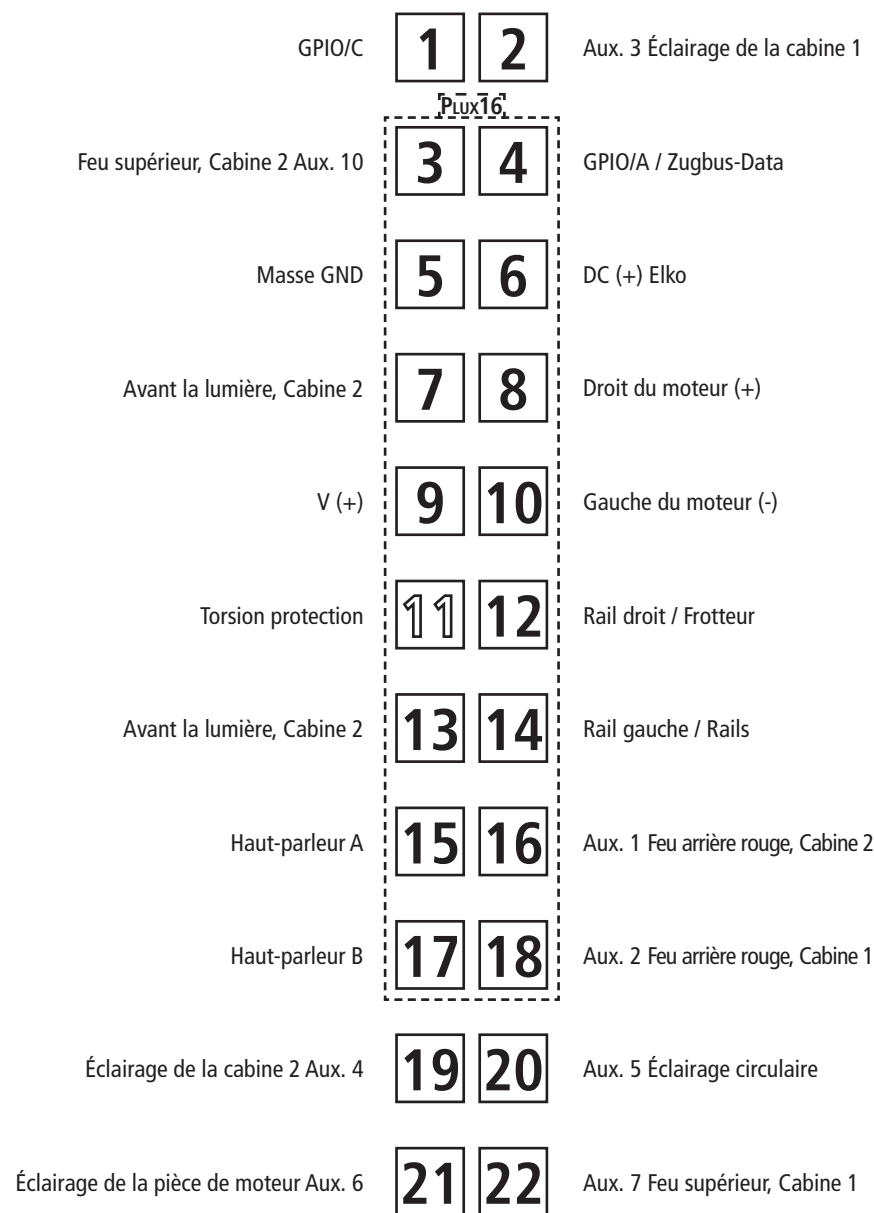

Fig. 6
**3. Haftreifenwechsel:** Zuerst den Getriebedeckel abnehmen (Fig. 6). Danach den **Radsatz** herausnehmen und die **Haftreifen** mit einer Nadel od. mit einem feinen Schraubendreher abziehen (Fig. 6). Beim Aufziehen der neuen Haftreifen darauf achten, dass diese sich nicht verdrehen.
**3. Change of traction tyre:** Remove the gear cover (fig. 6). Take out **wheel set** and remove **traction tyre** using a pin or a fine screwdriver (fig. 6). When pressing on the new traction tyre please **avoid twisting it**.
**1. Nettoyage des lames de courant aux roues:** Les lames de contacts risquent de s'encrasser rapidement sur des voies poussiéreuses. Veuillez **enlever la poussière** aux endroits marqués à la fig. 6 à l'aide d'un petit pinceau souple.
**3. Échange des bandages d'adhérence:** Démontez d'abord le **couvercle du carter des engrenages** des engrenages (fig. 6). Délogez ensuite les essieux bandagés et enlevez, à l'aide d'une aiguille ou d'un tournevis fin, les bandages d'adhérence (fig. 6). Lors du montage des nouveaux bandages veuillez veiller à ce que les bandages **ne soient pas tordu**.